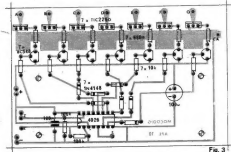

Fig. 3
conexões, é visto no "chapeado" (Fig. 3), em todos os detalhes. Atenção ao posicionamento dos TRIACs (todos com a lâmina metálica voltada para a borda da placa), transistores, diodos e capacitor eletrolítico. Qualquer inversão na colocação de um desses componentes, será "fatal" (para o funcionamento e para a "integridade" do próprio componente. . .). Cuidado também no posicionamento do integrado (marquinha voltada para a esquerda, com a placa na posição ilustrada). Notar ainda as codificações adotadas para as ilhas periféricas, as quais serão feitas as conexões externas à placa. Os pontos (+), (-) e (Z) são dotados de duas ilhas cada, apenas para facilitar o "enfileiramento" de vários módulos (simplificando a cabagem inter-módulos).